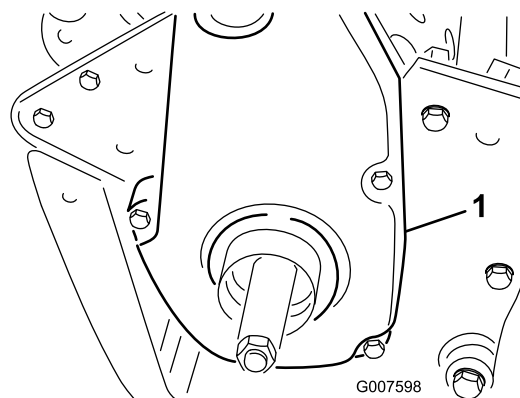

Figura 43
1. Togliete i dispositivi di fissaggio del copricinghia e il copricinghia per accedere alla cinghia (Figura 43).